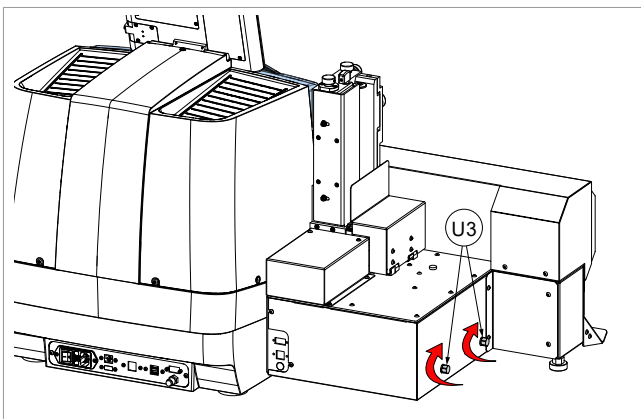

Bild 34
- 3) Schrauben Sie den Sechskantkopf der Stifte (U3) fest, um die Zuführung an der Maschine zu verriegeln (Bild 34).